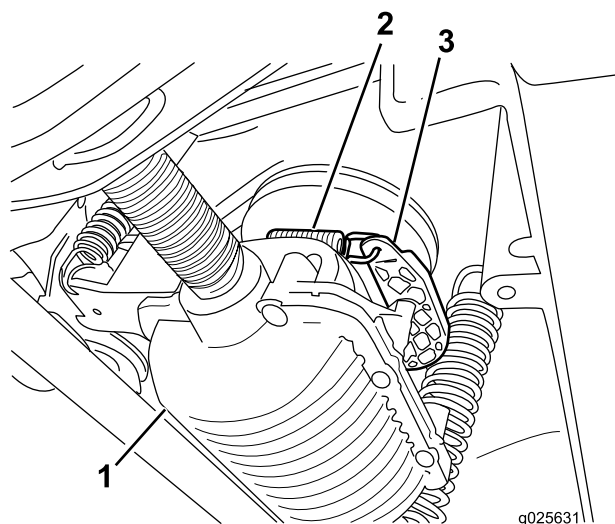

Figura 2
4. Conecte el extremo del muelle a la palanca de activación de la transmisión, según se muestra en Figura 2.